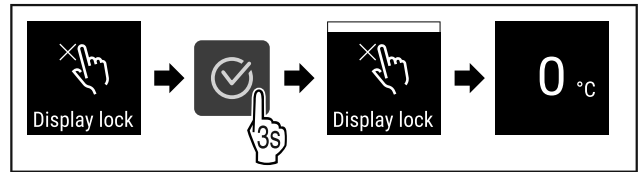

Fig. 77
- ▶ Изпълнете стъпките (виж Fig. 77).